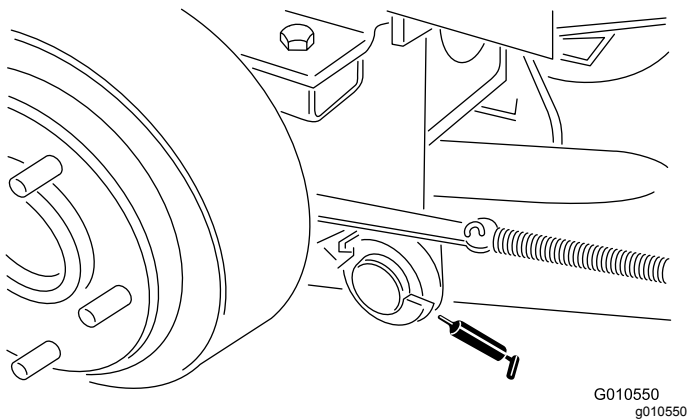

Bild 22
- Hubarmgelenke, hinten (2) (Bild 22)